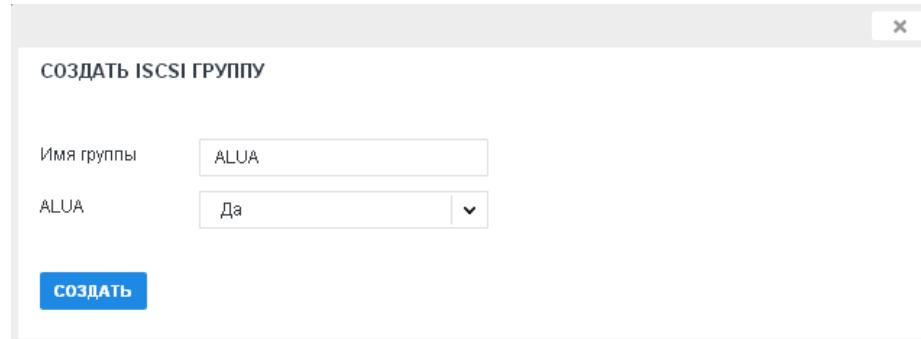

Рисунок 97 - Группа пользователей iSCSI с ALUA
- 2) Создать группу с поддержкой протокола ALUA (см. Рисунок 97).